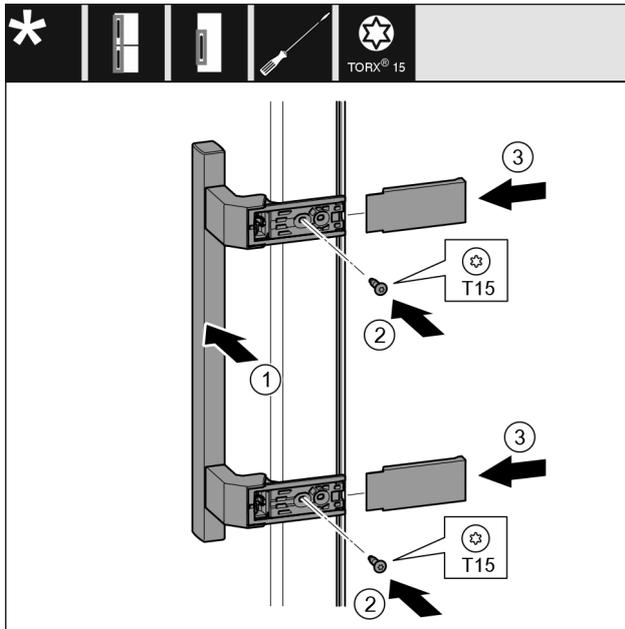

Fig. 25
- ▶ Griff Fig. 25 (1) auf der Gegenseite ansetzen.
- ▶ Schrauben Fig. 25 (2) mit Schraubendreher festschrauben.
- ▶ Abdeckungen Fig. 25 (3) seitlich ansetzen und aufschieben.